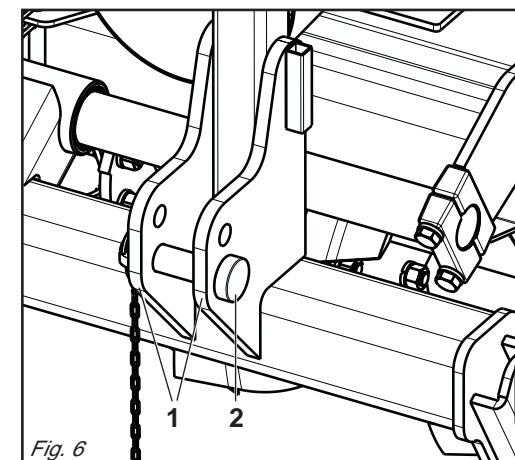

Fig. 6
la posizione più favorevole della macchina da applicare, inserendo i perni (2 Fig. 6) nei fori delle piastre a seconda e del giusto diametro.
- 1 - Accostare le barre del sollevatore ponendole all'interno delle piastre (1 Fig. 6), inserire il perno (2 Fig. 6) nel foro predisposto e bloccare con le copiglie a scatto.
yourable position for the machine according to the model in question. This is done by inserting the pins (2 Fig. 6) suitable plate holes.
- 1 - *Near the lift bars, setting them in plates (1 Fig. 6). Insert the pin (2 Fig. 6) into the relative hole and lock in place with the snap-in split pins.*
bestimmten Durchmesser haben, ist es für jedes Modell erforderlich, sie günstigste Anbauposition der Maschine festzulegen, indem man die Bolzen (2 Abb. 6) in die Löcher der Platten steckt, die je nach Bedarf und dem richtigen Durchmesser in Frage kommen. Der Hersteller haftet nicht für Schaden am Schlepper.
- 1 - Die Lenker des Krafthebers annähern und in die am besten geeigneten Platten schieben (1 Abb. 6). Den Bolzen (2 Abb. 6) in das Loch stecken und mit dem einrastenden Splint blockieren.
faudra donc déterminer la position plus favorable de la machine à monter, en mettant les axes (2 Fig. 6) dans les trous des suivant du diamètre convenable. Notre société décline toute responsabilité en cas de dommages au tracteur.
- 1 - *Approchez les barres du relevage en les plaçant à l'intérieur des plaques les (1 Fig. 6), introduisez l'axe (2 Fig. 6) dans le trou correspondant et bloquez par les goupilles à encastrement.*